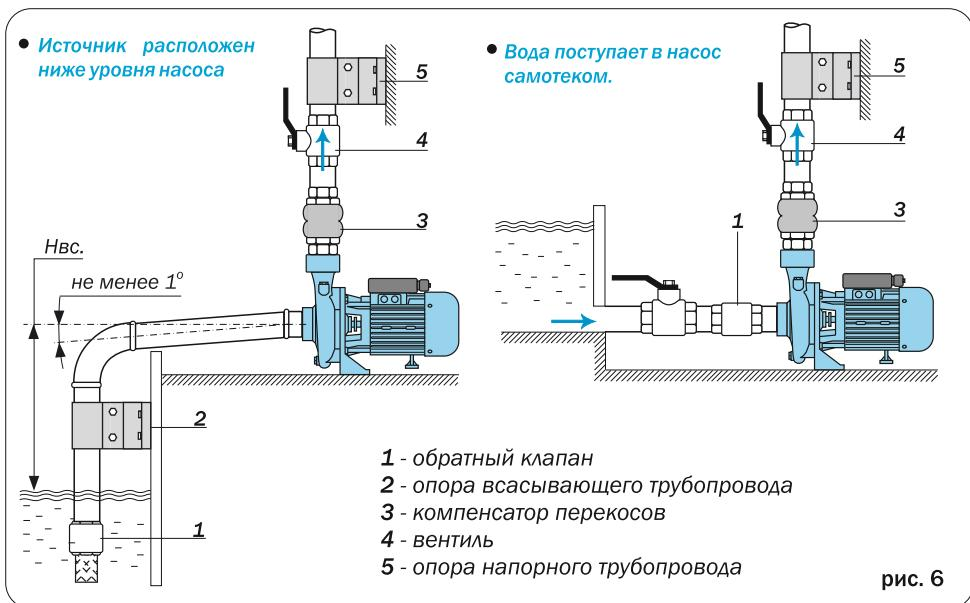

рис. 6
Перед монтажом электронасоса необходимо правильно выбрать место установки согласно разделу 6. Рекомендуется устанавливать насос максимально близко к источнику воды, из которого планируется осуществлять забор. Насос устанавливается горизонтально. Схема монтажа показана на рис.6
Для заполнения насоса и всасывающей магистрали водой перед пуском и предотвращения ее вытекания из системы при отключении насоса, необходимо установить на всасывающей трубе обратный клапан с сетчатым фильтром (поз.1 на рис.6).
Присоединение трубопроводов к насосу (особенно всасывающего трубопровода) должно осуществляться без каких-либо перекосов и напряжений. Кроме того, трубопроводы должны иметь собственные опоры (поз.2 и 5 на рис.6), чтобы их вес не передаваться на насос. В противном случае это может повредить его.
Для уменьшения перекосов и напряжений, передаваемых от труб на насос, а также для уменьшения передачи вибраций и шума от насоса на систему водоснабжения, рекомендуется присоединять трубопроводы к насосу через специальные антивибрационные компенсаторы (поз.3 на рис.6).
- закрыть вентиль 4 (рис.6);